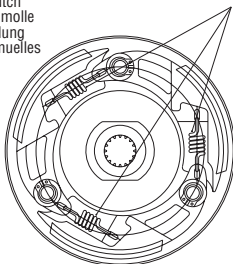
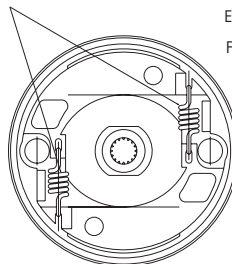

FIGURA 2
FIGURA 3
2. Sostituire, le molle innesto frizione all'interno della semipuleggia condotta (frizione), utilizzando il kit già incluso nella confezione (MINARELLI HARD GIALLE) come indicato in figura 2 o in figura 3.